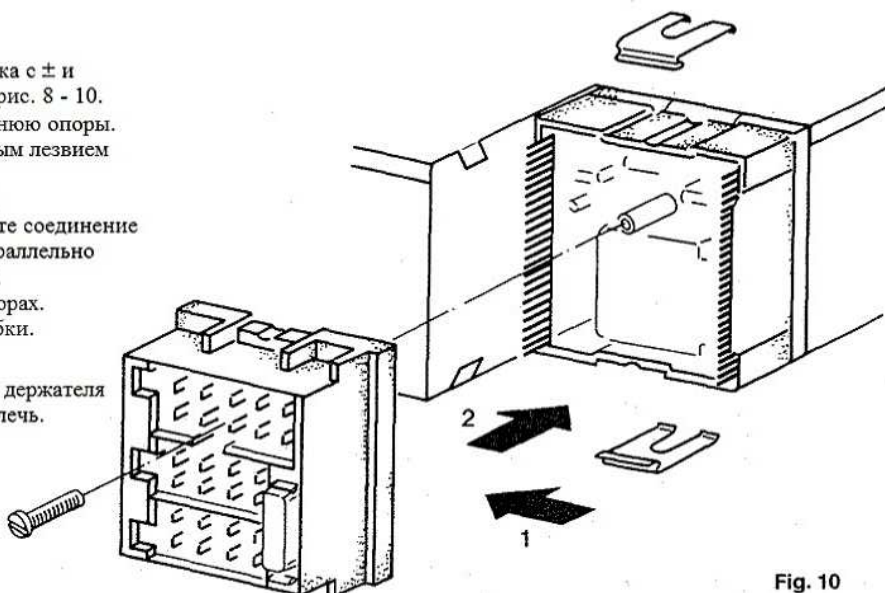

Fig. 10
3. Anschlußkästchen für Quick-Out-Betrieb seitenrichtig und parallel zum Gehäuse ansetzen und vorsichtig eindrücken, siehe Fig. 10.
3. For insertion for Quick-Out operation, position the connection box with the sides in the correct position and parallel to the cabinet, and push it in carefully, see fig. 10.
3. Placer la boîte de jonction pour le service Quick-Out avec la face correcte parallèlement au boîtier et presser avec prudence, voir fig. 10.
3. Для вставки для операции Quick-Out расположите соединительный ящик со сторонами в правильном положении и параллельно кабине - сети и осторожно вставьте ее, см. рис. 10.